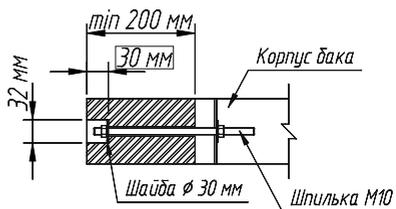

Рис. 4
- 2 Определите место установки обливного устройства с учетом его веса, габаритов и несущей способности стены, на которую оно будет установлено, разметьте места установки анкеров для подвеса обливного устройства (см. рис. 4). (Анкера в комплект поставки не входят, и подбираются потребителем самостоятельно в зависимости от толщины стены на которую будет смонтировано обливное устройство)
- 4 Установите поплавковый клапан в бак обливного устройства как показано на рис. 4
- 5 Надежно закрепите обливное устройство на стене при помощи 4 анкеров из шпильки М10 с гайками (см. рис. 4)